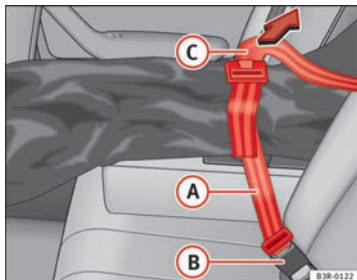

Fig. 129 Modo de asegurar el saco para objetos alargados en el cierre del cinturón
- Introduzca el cinturón A ⇒ fig. 129 del saco en el cierre del cinturón central B.